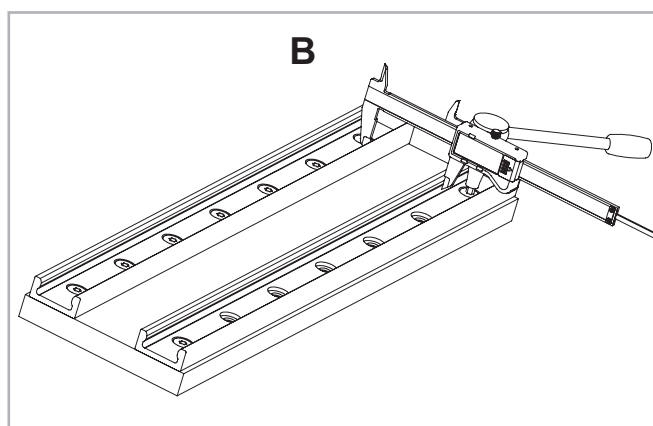

Рис. 73
(3) Затянуть винты на конце "В" второй направляющей (рис. 73), убедившись, что на этом конце расстояние между рабочими поверхностями (дорожками качения) обеих направляющих не превышает измеренного ранее на конце "А", и при этом находится в пределах допусков (см. стр. CR-30, Табл. 22).